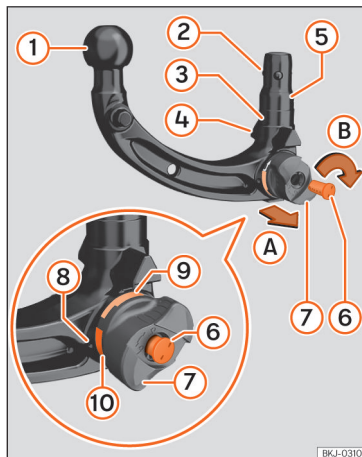

Рис. 156 Загальний вигляд: знімний вузол тягово-зчіпного пристрою.
- ❸ Блокувальний механізм (куля)
- ❹ Центрувальні напрямні
- ❺ Штифт
- ❻ Ключ
- ❼ Кришка замка
- ❽ Поворотна ручка
- ❾ Зелена позначка на тягово-зчіпному пристрої
- ❿ Червона позначка на поворотній ручці
3. Відкрийте кришку замка »» рис. 156 ❷ і вставте ключ ❻ у паз.
4. Повертайте ключ ❻ проти годинникової стрілки, поки стрілка на ключі не вкаже на символ відкритого замка на поворотній ручці ❽.
5. Утримуйте тягово-зчіпний пристрій однією рукою. Другою потягніть поворотну ручку ❽ у напрямку A.
6. Поверніть витягнуту поворотну ручку ❽ у напрямку B до упору.
8. Відпустіть поворотну ручку ❽.